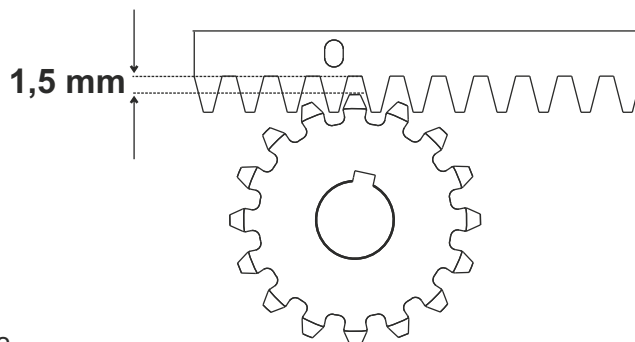

Fig. 12
5.6. Toda la cremallera debe elevarse de 1,5 mm para evitar que el peso de la cancela carga sobre el piñón (Fig. 12). **Atención: mantener un juego mín. 0,5 mm entre el diente del piñón y el diente de la cremallera;**